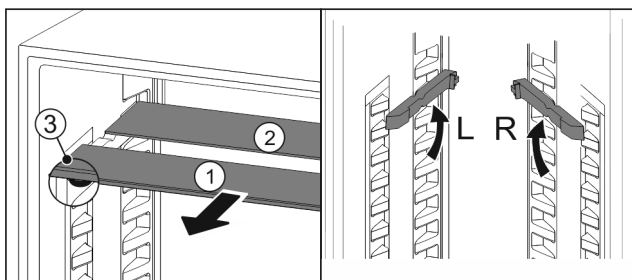

Fig. 93
- Издърпайте Fig. 93 (1) поотделно стъклените плочи напред.
- Стъклената плоча Fig. 93 (1) с декоративната лайстна е отпред.
- Ограничителите Fig. 93 (3) сочат надолу. Уреди с фризерно отделение.*